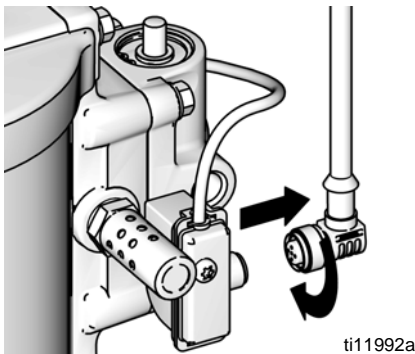

FIG. 11. Desligar o DataTrak
1. Retire o cabo da parte posterior da montagem do interruptor de lâminas. Consulte a FIG. 11.